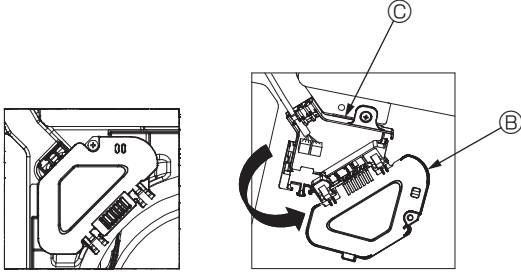

Fig. 7-5
- ③ Konektör kutusu kapağını tespit eden vidayı çıkarın ve daha sonra kapağı açın. (Fig. 7-5)
- ④ Bağlantı kablosu konektörünü konektör kutusuna yerleştirin.
- ⑤ Kablo kapağı ve konektör kutusu kapağını monte edin.